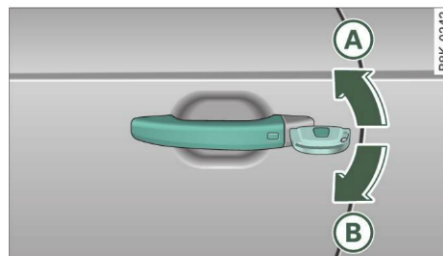

Fig. 26 Portiera șoferului: încuietoearea
- Pentru a descuria portiera șoferului, rotiți cheia în poziție de deschidere (A) ⇒ fig. 26.
- Pentru a încuia portiera șoferului, aduceți maneta selectorului de viteze în poziția P (transmisie automată) și rotiți cheia o dată în poziție de închidere (B) ⇒ ⚠.
- Rotiți cheia încă o dată în interval de 2 secunde în poziție de încuiere (B), pentru a încuia autovehiculul fără a se activa siguranța antifurt*.